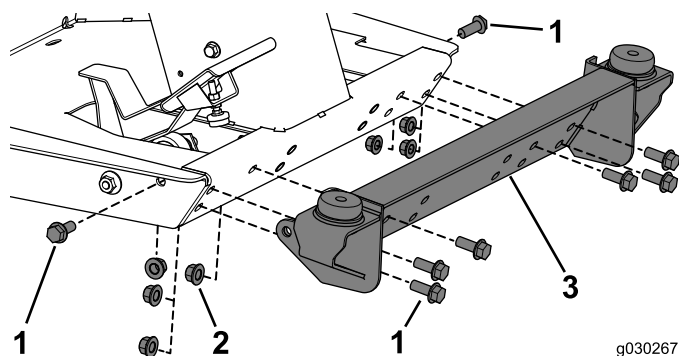

Figura 18
1. Fixe a montagem frontal à máquina utilizando 8 parafusos (1/2 x 1-1/4 pol.) e 8 porcas de bloqueio (Figura 18).